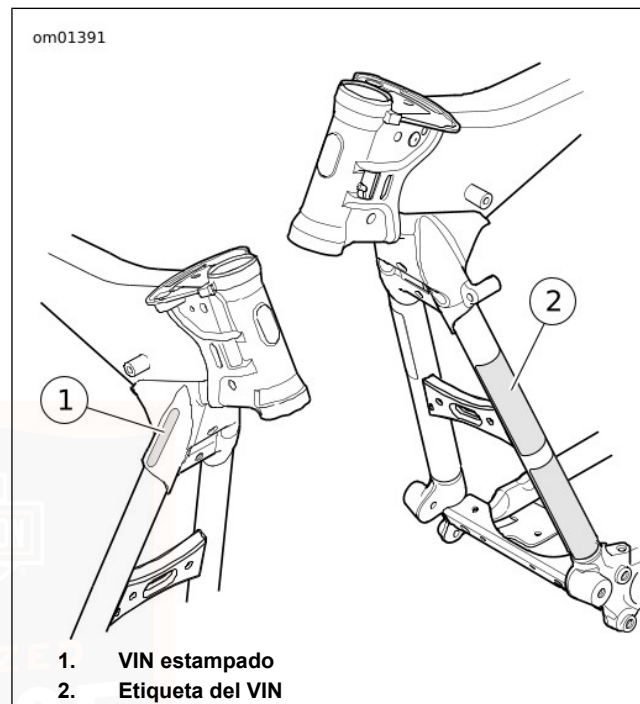

Figura 2. Ubicaciones del VIN
Vea Figura 2. El VIN completo de 17 dígitos (1) está estampado en el lado derecho de la estructura, cerca del cabezal de dirección. En algunas regiones, también hay una etiqueta impresa del VIN (2) adherida al tubo vertical delantero.